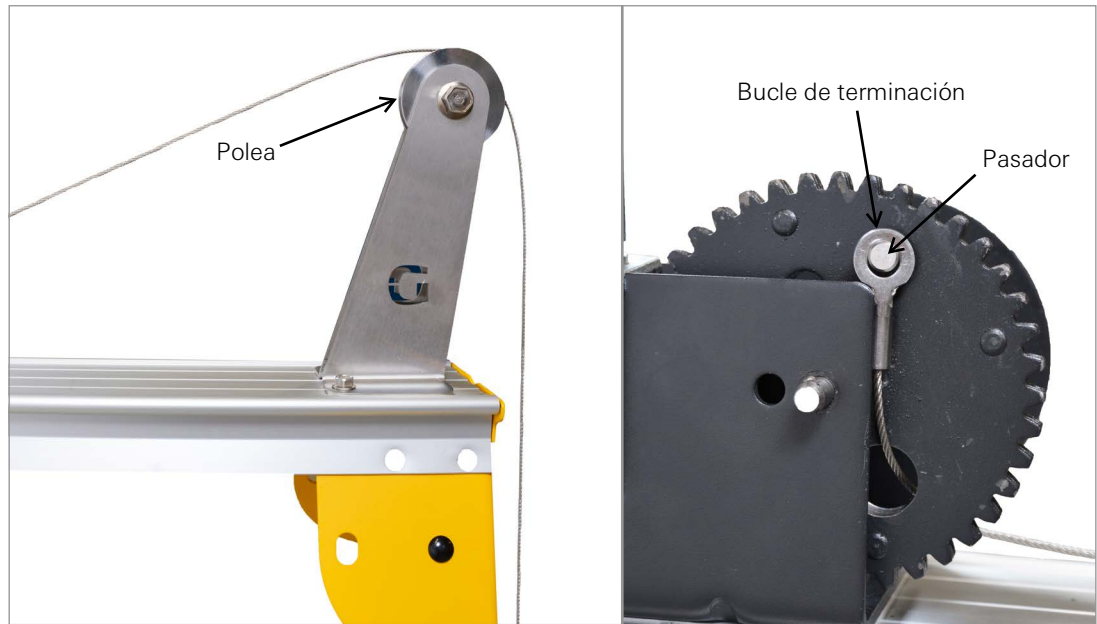

FIGURA 49: Cable de soporte sobre polea (izquierda) y bucle de terminación instalado en carrete vacío (derecha)
6. Gire el carrete de manera que el pasador del bucle de terminación quede visible como se muestra en la Figura 49. Pase el cable de soporte sobre la polea e inserte el bucle de terminación del cable de soporte a través de la ranura en el carrete y sobre el pasador en el exterior.